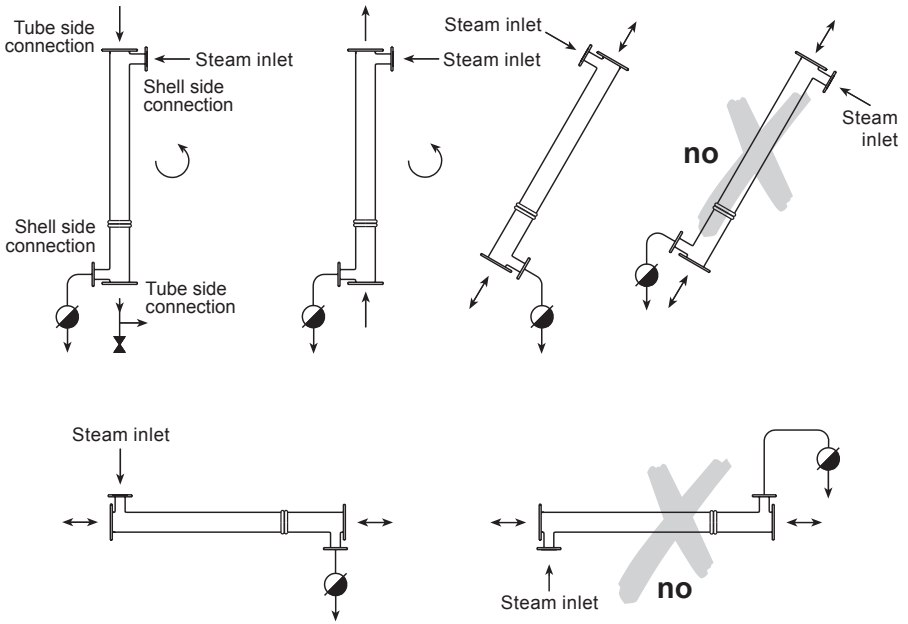

图 3 壳侧为冷凝介质时的安装
**4.4** 由于结构的设计特点，这一系列的换热器可以安装在绝大多数位置，二次侧流体可以朝任意的方向。当然，对于大多数工况，为了得到更好的传热效果，都推荐两侧逆流的方式。为了节约占地面积，可以采取立式的安装方式。采用立式，同时管侧流体方向从上往下的安装方式，可以增加换热器结垢的难度，并且使得污垢更容易脱落。图3和图4说明了所有可以允许的安装方式。